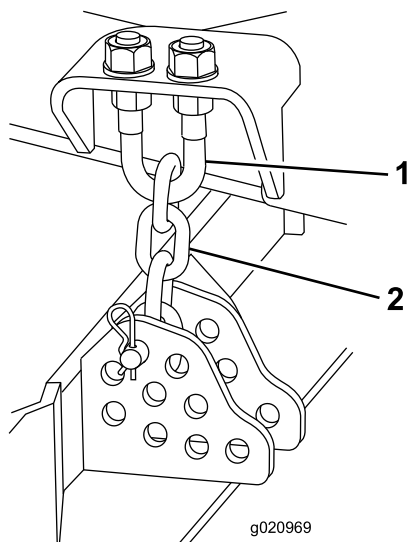

Figura 122
4. Retire o perno de gancho e passador de forquilha que fixam as correntes da altura de corte à traseira da unidade de corte (Figura 122).